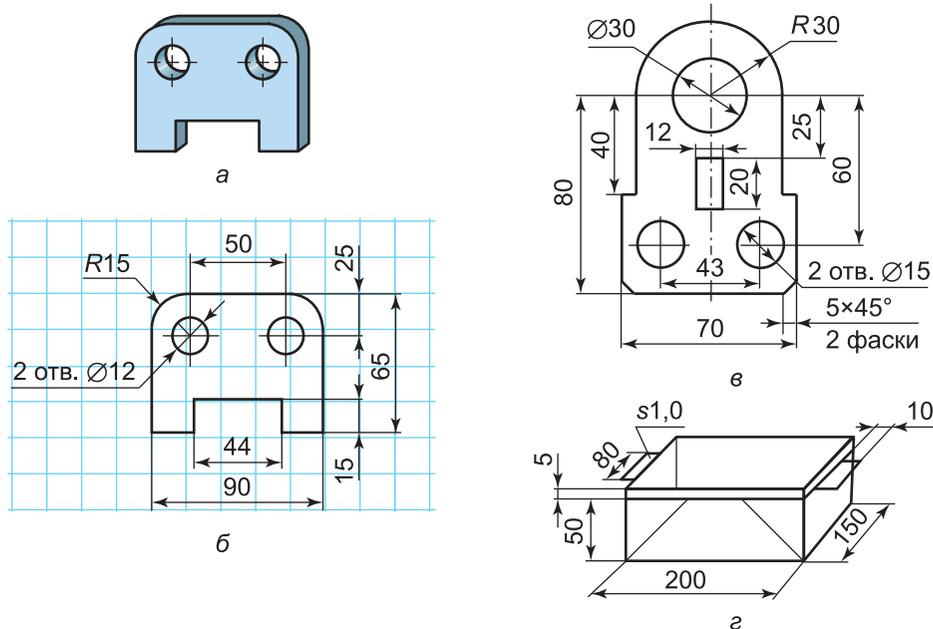

Рис. 49. Графические изображения изделий
1. Ознакомься с графическими изображениями изделий (рис. 49).